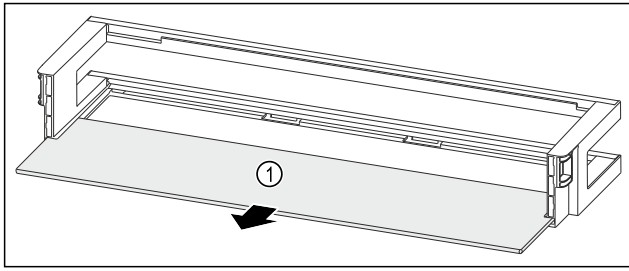

Fig. 96 Рафт на врата с рафт
- ▶ Свалете рафта Fig. 96 (1).